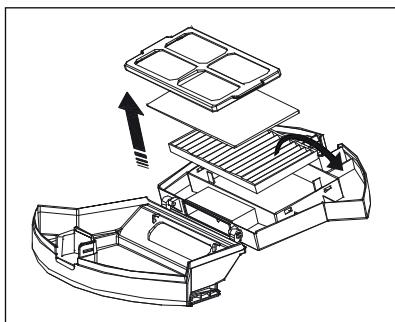

Fig. 10
- 4) Saisissez les deux languettes sur le filtre-tamis et retirez-le du compartiment du filtre EPA ⑦. Tirez le filtre EPA ⑦ et le filtre mousse par la languette hors du compartiment (voir fig. 10).